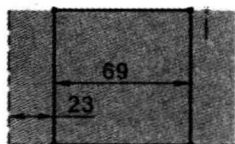

图 1.9 截面草图
② 进入草图环境,绘制图 1.9 所示的截面草图。
③ 选择下拉菜单任务(T) → 完成草图(F)命令(或单击完成草图按钮),退出草图环境。
(3) 确定拉伸开始值和终点值。在“拉伸”对话框极限区域的开始下拉列表中选择值选项,并在其下的距离文本框中输入值 0;在极限区域的结束下拉列表中选择值选项,并